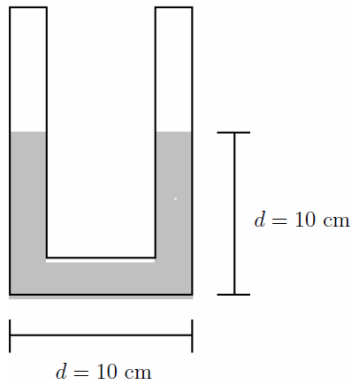

Fig. 7: Tubo U com mercúrio
11. (5 P) A Fig. 7 mostra um tubo em U aberto para a atmosfera de diâmetro interno igual a 1 cm, com mercúrio (massa específica  $\rho_m = 13550 \text{ kg/m}^3$ ). Se  $20 \text{ cm}^3$  de água (massa específica  $\rho_a = 999 \text{ kg/m}^3$ ) são inseridos no lado direito, calcule a nova configuração das alturas de mercúrio nos dois lados depois que o sistema entrar novamente em repouso.